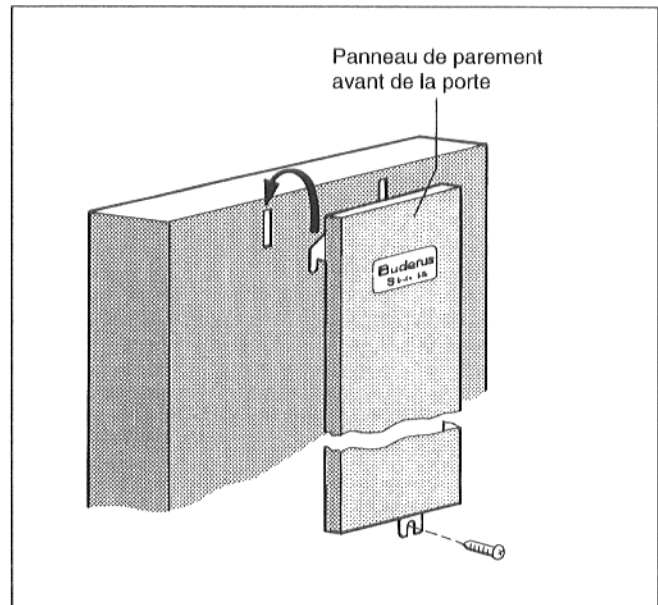

Fig. 19
- Accrocher le panneau de parement avant de la porte avec les deux crochets aux fentes de la porte (Fig. 19).
- Visser le panneau de parement avant de la porte à l'aide d'une vis autotaraudeuse (Fig. 19).